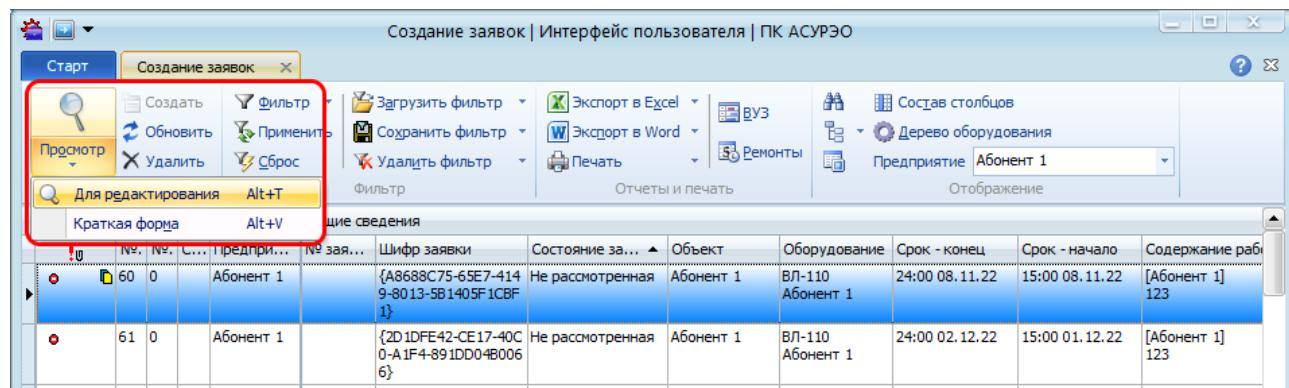
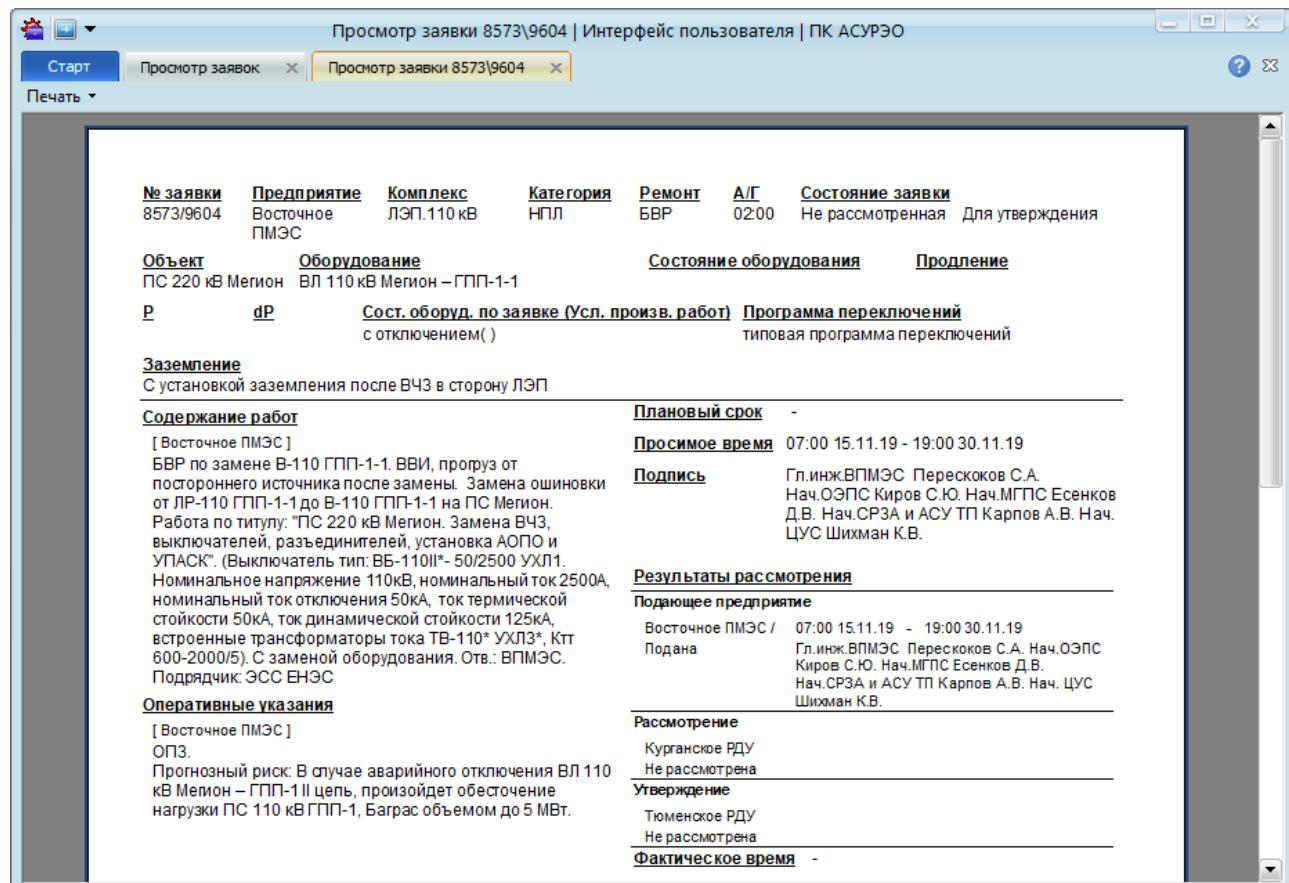
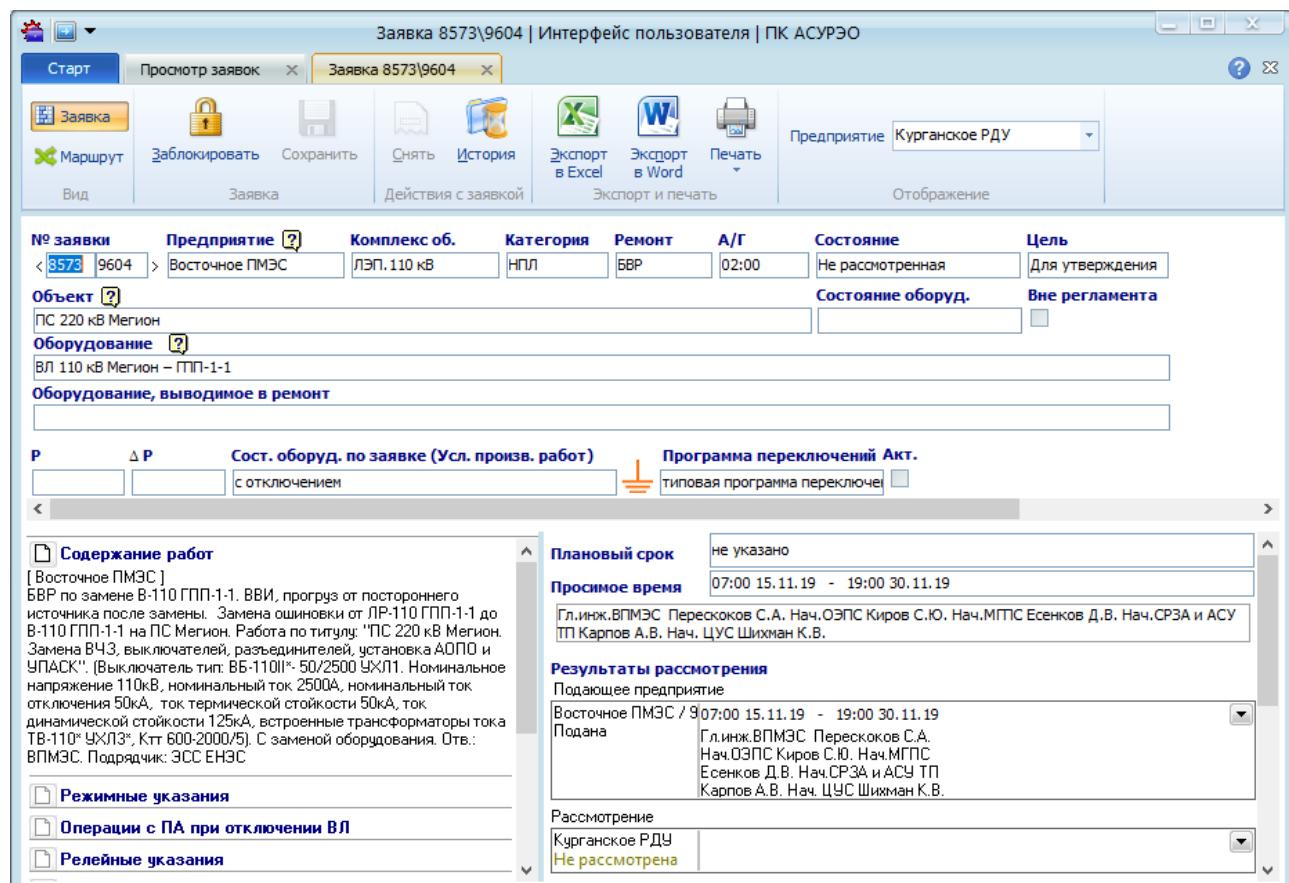

Рисунок 11.1 – Открытие ФОЗ
Рисунок 11.3 – Просмотр краткой информации о заявке
Рисунок 11.5 – Просмотр полной информации о заявке
- выбрать заявку в списке заявок и нажать на кнопку « Просмотр» на панели инструментов списка заявок (Рисунок 11.1);
Существует возможность просмотра краткой информации о заявке в виде отчетной формы. Для этого необходимо выделить заявку в списке заявок и выбрать пункт «*Краткая форма*» из раскрывающегося списка по нажатию кнопки « Просмотр» на панели инструментов (Рисунок 11.1). Форма краткой информации о заявке открывается на отдельной вкладке с названием «*Просмотр заявки №*» (Рисунок 11.3).
В режиме просмотра заявки редактирование полей не доступно, но в буфер обмена можно скопировать полный текст примечания по заявке (предприятие-автор и текст самого примечания). Для этого необходимо вызвать контекстное меню правой кнопкой мыши, при наведении на нужный тип примечания, и выбрать пункт «*Копировать*» (Рисунок 11.3). Скопированный текст можно вставить в любой текстовый редактор или в открытую для редактирования заявку (на ФОЗ).
Существует возможность просмотра полной информации о заявке на ФОЗ. Для этого необходимо выделить заявку в списке заявок и выбрать пункт «Для редактирования» из раскрывающегося списка по нажатию кнопки « Просмотр» на панели инструментов списка заявок (Рисунок 11.1). ФОЗ открывается на отдельной вкладке с названием «Заявка №» (Рисунок 11.5).
ФОЗ содержит информацию о заявке, которая сгруппирована на закладках «Заявка» и «Маршрут» (Рисунок 11.5).